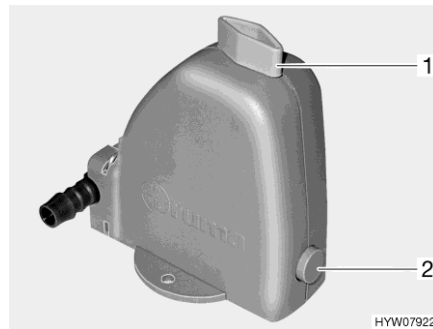

Fig. 140 Valve de sécurité et de vidange
Le chauffage est équipé d'une valve de sécurité et de vidange (Fig. 140). La valve de sécurité et de vidange évite que l'eau destinée à la préparation d'eau chaude ne gèle lorsqu'en cas de gèle, le chauffage n'est pas en marche.
- Fermer la valve de sécurité et de vidange. Tourner pour cela le bouton rotatif (Fig. 140,1) dans le sens transversal par rapport à la valve de sécurité et de vidange et enfoncer le bouton-poussoir (Fig. 140,2).
- Ouvrir la valve de sécurité et de vidange. Tourner le bouton rotatif (Fig. 140,1) dans le sens longitudinal par rapport à la valve de sécurité et de vidange. Le bouton-poussoir (Fig. 140,2) ressort. Le récipient d'eau sanitaire est vidé via la valve de sécurité et de vidange.